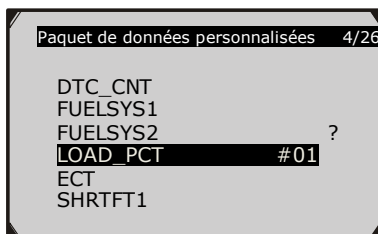

Figure 5.17
- 3) Utilisez le bouton **DROIT** pour désélectionner/sélectionner les paramètres des données. Les paramètres sélectionnés sont marqués par des cadres solides. Appuyez sur le bouton **OK** pour confirmer. (Figure 5.17)